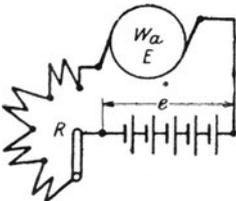

Fig. 73.
Dieser Strom ist so groß, daß ihn unser Motor nicht vertragen würde. Man muß daher zwischen Anker und Stromquelle einen Anlaßwiderstand legen. (Fig. 73 Widerstand R) (Vergl. auch Fig. 8 und Auf. 60 und 61.)
191. Ein Elektromotor ist an eine Klemmenspannung von 110 [220] (440) V angeschlossen, er nimmt 20 [15] (10) A auf und macht dabei 1000 [1200] (900) Umdrehungen. Sein Ankerwiderstand beträgt 0,25 [0,5] (1,2) Ω . Um die Tourenzahl herabzusetzen, schaltet man dem Anker einen Widerstand R von 2,75 [6,5] (20,8) Ω vor (Fig. 73). Gesucht wird:
- b) die elektromotorische Gegenkraft bei vorgeschaltetem Widerstand und 20 [15] (10) A Strom,